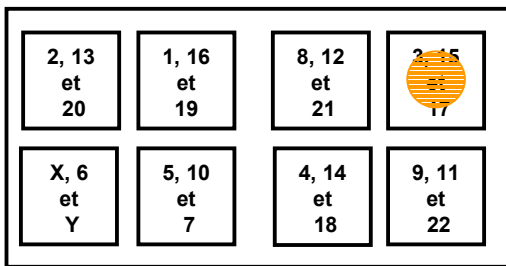

Figure 1. localisation des sondes de peinture chromosomiques sur le dispositif OctoChrome.
- i. Retourner délicatement la lame échantillon sur le dispositif OctoChrome afin que la case marquée 1 soit en ligne avec la case en haut à droite du dispositif Multiprobe (Figure 1).